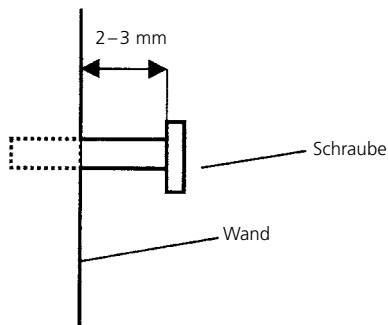

Bild 1: Einschrauben der Halteschrauben in die Wand
- mit einem $\varnothing 6$ mm Steinbohrer an den drei markierten Stellen bohren. Dübel einstecken und die beiden oberen Schrauben eindrehen, so daß der Kopf noch ca. 2–3 mm herausragt (Bild 1).